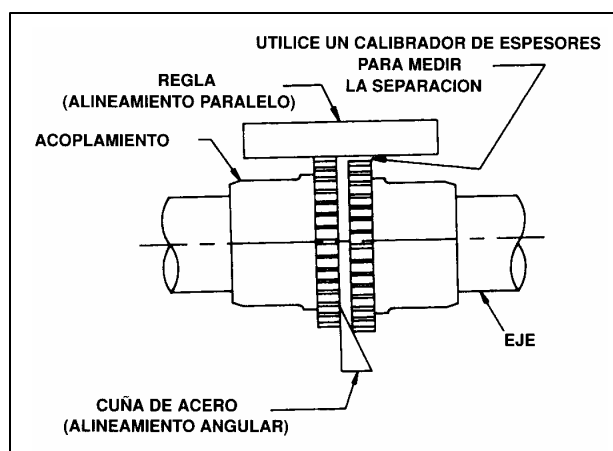

Figura 2
1.- Alinee el acoplamiento dentro de los límites del fabricante para desalineamiento paralelo y angular (ver Figura 2). Se puede utilizar un indicador de cuadrante o de láser para el alineamiento donde se requiera una mayor precisión. Los ajustes deben hacerse moviendo el motor para cambiar el ángulo de rotación del eje y por el uso de cuñas de base para cambiar la altura del eje del motor. No mueva el eje o el rodamiento del ventilador.